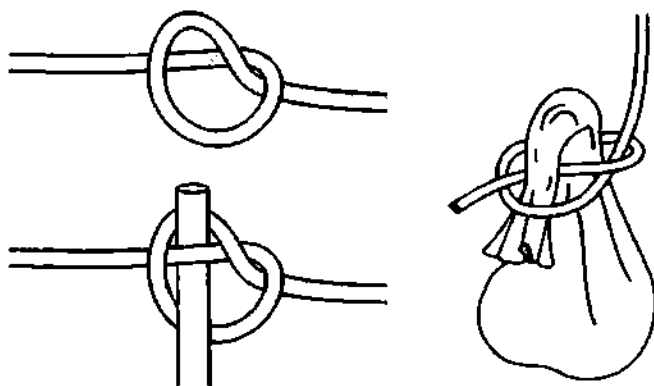
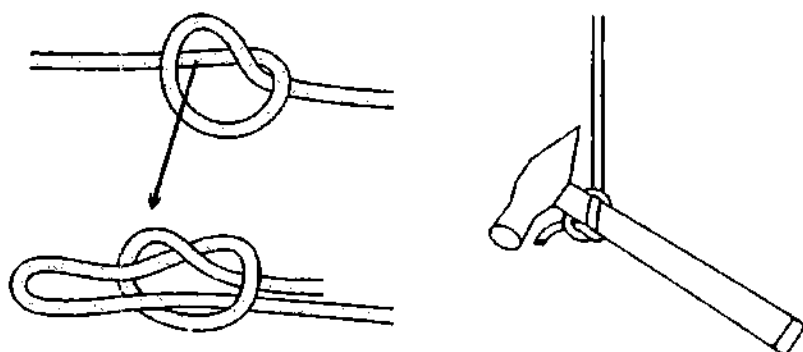

Рис. 948. Сваечный узел.
Рис. 949. *Сваечный узел*, завязанный на опоре, называется *скользящим простым узлом*.
**Сваечный узел** – это *простой узел* на начальной стадии завязывания, ходовой конец которого не пропускается в петлю, а ложится поверх (или снизу) коренного конца (рис. 948). **Сваечный узел** на опоре – это *затянутый бегущий простой узел* (рис. 949). Без опоры – без какого-либо предмета или верёвки, в паре с которыми работает узел и которые являются как бы функциональной частью узла, **сваечный узел** нельзя назвать узлом, так как без опоры узел распадается. Без опоры **сваечный узел** всего лишь калышка.